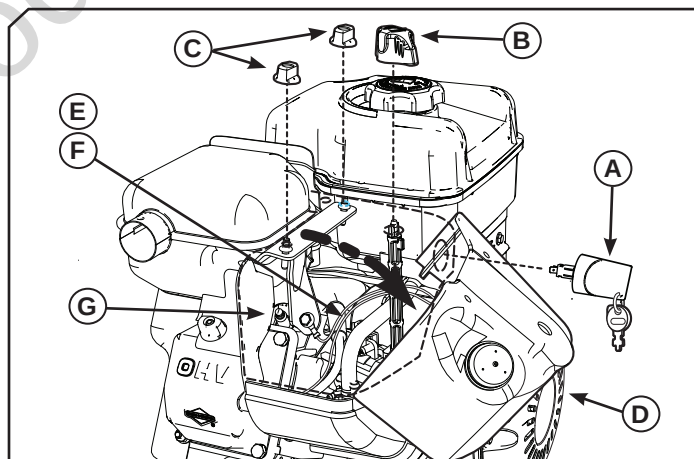

Figure 9
1. Tourner la clé MARCHE/ARRÊT (A, Figure 9) à la position ARRÊT ou enlever la clé Pousser/Tirer, si équipé.
2. Agripper le bouton de commande d'étrangleur (B) et tirer vers le haut pour l'enlever.
3. Enlever les vis de montage ou les boutons (C) sur le capot de neige.
4. Soulever le capot de neige (D) de la base et l'incliner vers l'avant. Ne pas déconnecter le tuyau de l'amorceur (E) ou le câble de l'interrupteur à clé (F).
5. Déconnecter le câble de la bougie, puis enlever la bougie (G) pour la nettoyer ou la remplacer. Voir **Spécifications**.